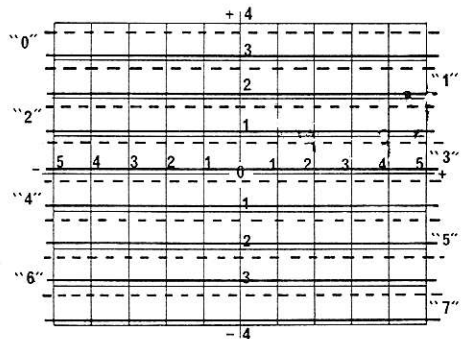

Figure 16
11) Faire de même pour la mise en service de chaque trace en veillant bien à ne pas superposer 2 traces sur la même position. On peut ainsi placer les 8 traces sur l'écran du scope en gardant le synchronisme des 8 signaux introduits dans le commutateur électronique. Chaque trace ne doit pas occuper trop de place afin que l'on garde une bonne visibilité (figure 16).